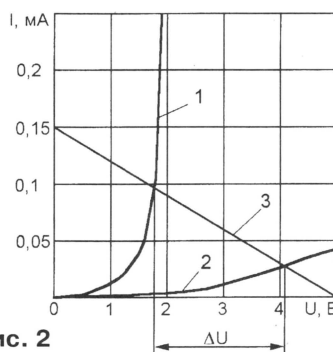

Рис. 2
начальный участок его вольт-амперной характеристики показан на рис. 2 (кривая 1). В интервалах между вспышками “светодиодная” цепь разорвана и при том же напряжении ток, протекающий через прибор, значительно меньше, так как его потребляет только внутренний генератор. Этому состоянию соответствует кривая 2.
Если последовательно с “мигающим” светодиодом включить резистор, падение напряжения на нем будет изменяться в такт со вспышками. С помощью осциллографа можно убедиться, что генерация продолжается даже при увеличении сопротивления резистора до значения, при котором вспышек света уже не видно. Проведенная на рис. 2 нагрузочная прямая (3) соответствует резистору сопротивлением 33 кОм и напряжению питания 5 В. Разность падений напряжения на резисторе во время вспышки и паузы  $\Delta U$  превышает 2 В. Этого достаточно, например, для срабатывания логического элемента.